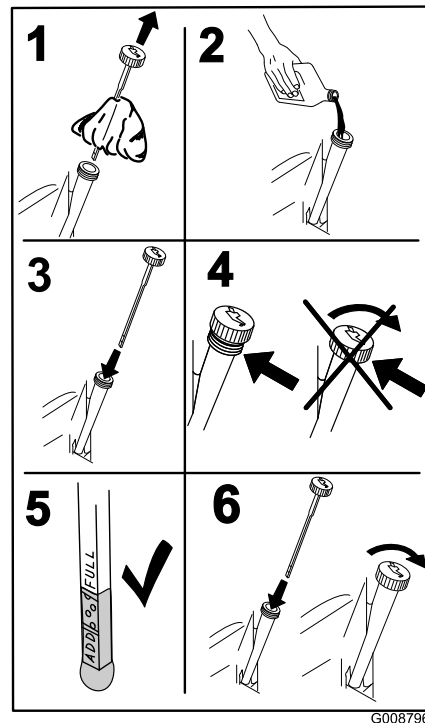

Figure 39
4. Versez lentement environ 80% de l'huile spécifiée dans le tube de remplissage puis faites l'appoint lentement jusqu'à ce que le niveau atteigne le repère du plein (**Full**) (Figure 39).